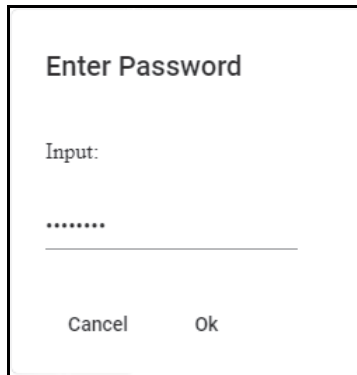

图 5-3 输入密码对话框
3. 在**Enter Password**（输入密码）对话框中，点击**Ok**（确定）（参见第68页的图 5-3）。